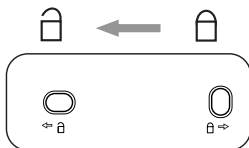

Fig. 1
- ◆ Retire el soporte mural ⑩ de la parte posterior del emisor; para ello, desplácelo hacia el símbolo del candado abierto  (consulte la fig. 1).